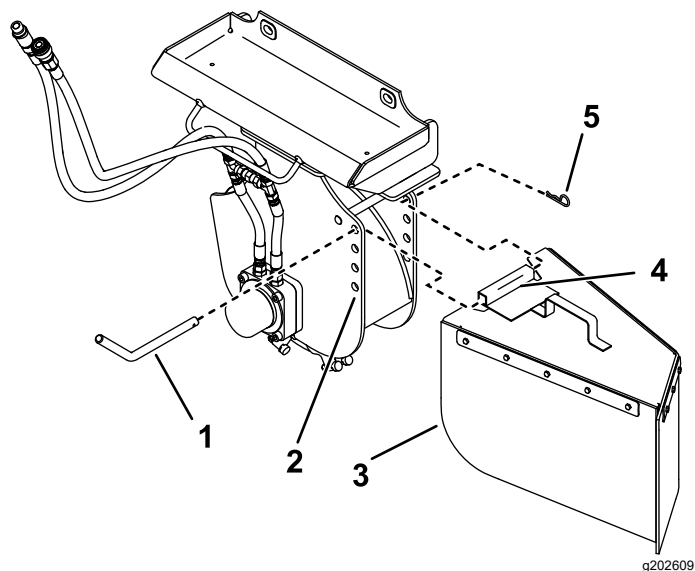

Figura 11
Il fresa ceppi è dotato di 4 serie di fori di montaggio per montare il deflettore per trucioli (Figura 11). Spostate il deflettore in alto (nei fori superiori) quando fresate vicino al suolo e in basso (nei fori inferiori) quando fresate ceppi alti. Montate il deflettore per trucioli nel modo seguente:
1. Posizionate il tubo di montaggio del deflettore tra 2 fori sul fresa ceppi (Figura 11).
2. Infilate il perno del deflettore attraverso i fori sul fresa ceppi e nel tubo di montaggio (Figura 11).
3. Fissate il perno con una coppiglia (Figura 11).